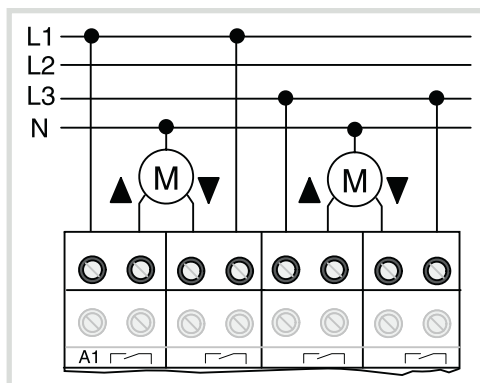

Figure 5 : Branchement de moteurs de store
- Brancher les moteurs (Fig.5).